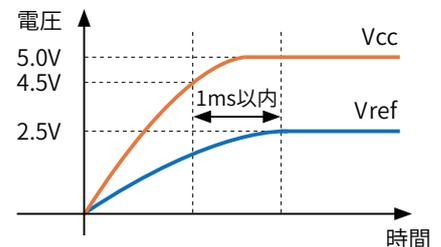

図6. Vcc立ち上がりシーケンス
② 図6に示す様にVref端子の出力電圧が安定するのは、電流センサの制御電源 (Vcc) が動作範囲に入ったのち、1ms以内です。また、電流センサの制御電源 (Vcc) が動作範囲外の4.5V以下となった場合、Vref端子は出力値 (2.5V) を保てなくなります。